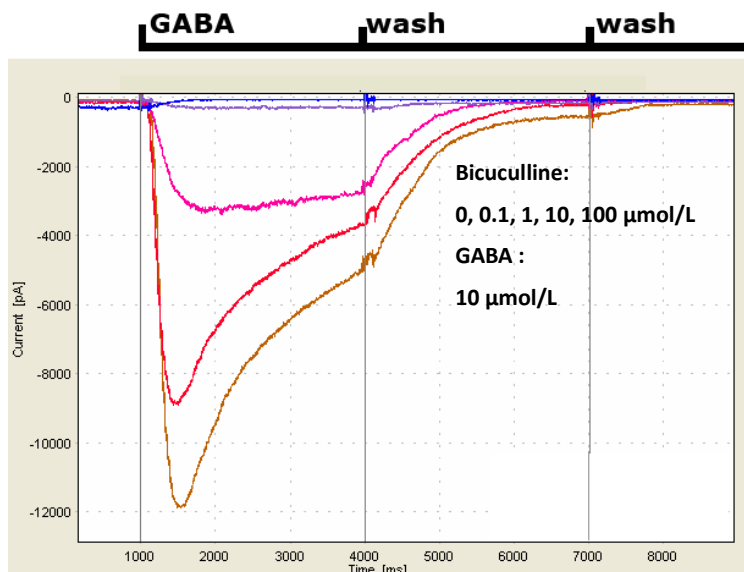
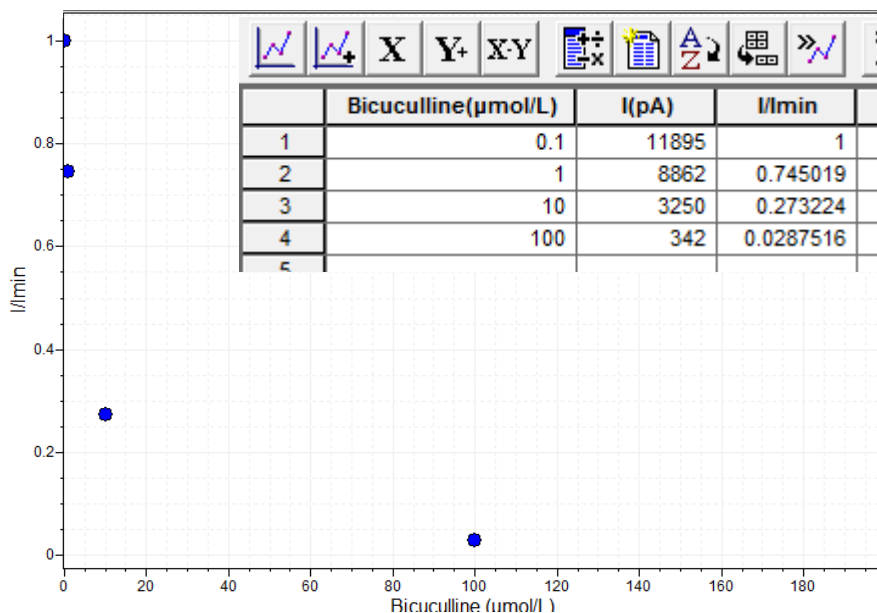

图 24. 不同浓度 Bicuculline 对 GABA 受体电流的阻断作用
图 25. Bicuculline 抑制 GABA 电流幅度数据的标化和散点图
(1) 打开 Clampfit, 将获得的数据 (Bicuculline 浓度和电流幅度 I) (图 24) 拷贝在 Results 窗口数据表中, 分别命名数据栏为 Bicuculline( $\mu\text{mol/L}$ )、I(pA)、I/Imin, 并进行标化 (图 25)。
(2) 选择 Bicuculline ( $\mu\text{mol/L}$ ) 栏, 点击快捷键 X, 将 Bicuculline ( $\mu\text{mol/L}$ ) 设为 X 轴, 选择 I/Imin 栏, 点击快捷键 Y+, 将 I/Imin 栏设为 Y 轴, 点击快捷键 Create Graph, 作点图 (图 25)。